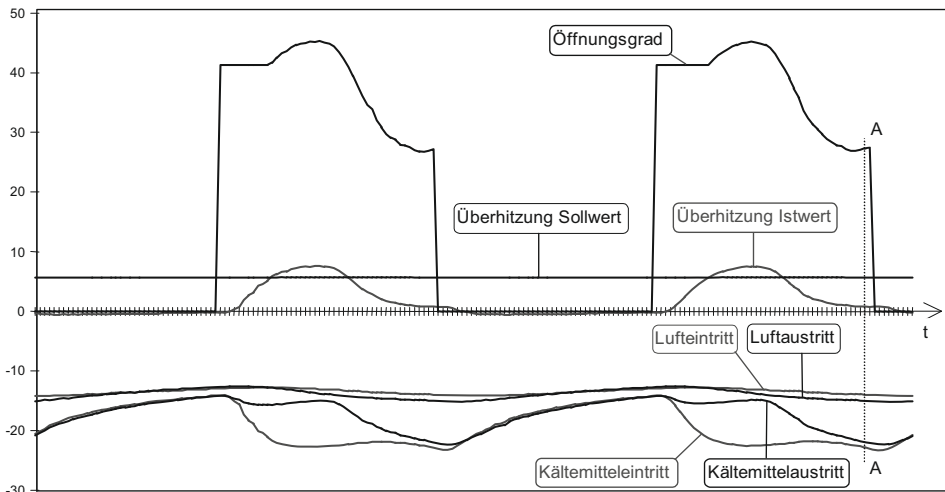

Abb. 1.10 Trend-Log eines elektronischen Reglers AKC (Baureihe Danfoss ADAP-KOOL®)
54. Werten Sie in dem vom AKC-Regler (Baureihe Danfoss ADAP-KOOL®) aufgezeichneten Trend-Log (Abb. 1.10) den regelungstechnischen Zustand der geregelten Medientemperatur